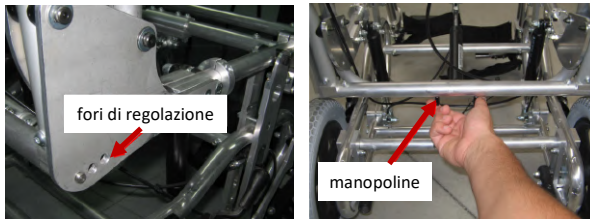

fig. 9: Regolazioni manici di spinta
- avvicinare tra loro le due manopoline poste sotto il tubo trasversale dei montanti di spinta per disinserire i fermi di estremità dalle piastre (fig. 9)